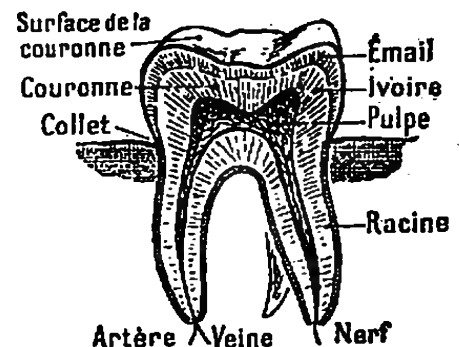

Fig. 139. — Coupe d'une molaire.
4. Les dents servent à couper et à broyer les aliments solides. — Elles sont formées (fig. 139) d'ivoire, matière semblable aux os, et sont recouvertes à la partie supérieure d'une substance très dure qu'on nomme *émail*. — La partie de la dent enfoncée dans la mâchoire est la *racine*; la partie extérieure est la *couronne*.